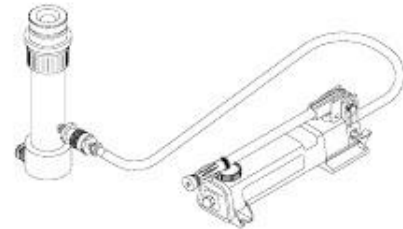

Abb. 1-19. 10-t-Hydraulikzylinder mit Pumpe
e. 10-t-Hydraulikzylinder mit Pumpe. Der 10-t-Hydraulikzylinder mit Pumpe ist entweder mit einem Hub von 4" (10,2 cm) (Bestellnr. 22-796600) oder von 6" (15,2 cm) (Bestellnr. 22-796700) lieferbar. Der Zylinder dient als ausfahrbare Hebevorrichtung und wird normalerweise zwischen Verlängerungen und Köpfen installiert, siehe Abb. 1-19.